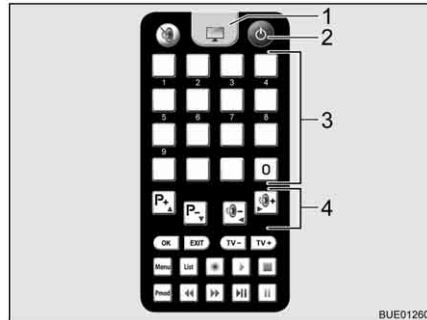

Fig. 25 Telecomando televisore
- Premere il tasto "⏻" (Fig. 25,2) sul telecomando. L'impianto si porta nella modalità di ricerca. Viene emesso un segnale acustico fisso.
- Per passare dalla ricezione televisiva al telecomando per il televisore, premere il tasto del televisore (Fig. 25,1). Il segnale acustico cessa. Sullo schermo compare un'immagine.
- Selezionare l'emittente desiderata con i tasti memoria (Fig. 25,3) sul telecomando del televisore o con i tasti funzione (Fig. 25,4).